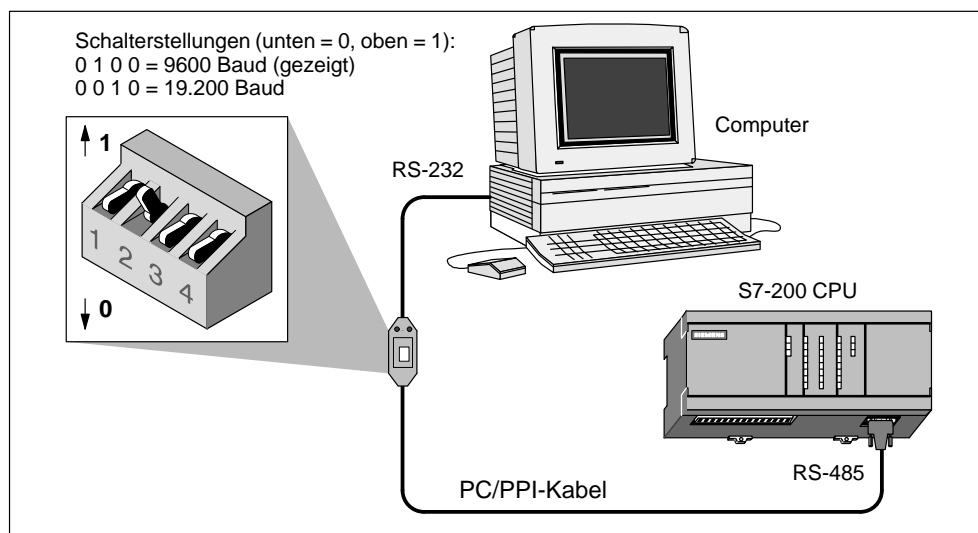

Bild 3-3 Kommunizieren mit einer CPU im PPI-Modus
- Ein einziger Master ist mit einem oder mehreren Slaves verbunden (siehe Bild 3-3).
Bild 3-3 zeigt Ihnen eine typische Konfiguration zum Verbinden Ihres Personal Computers und Ihrer CPU mit einem PC/PPI-Kabel. Zum Einrichten der Kommunikation zwischen den Komponenten gehen Sie folgendermaßen vor: